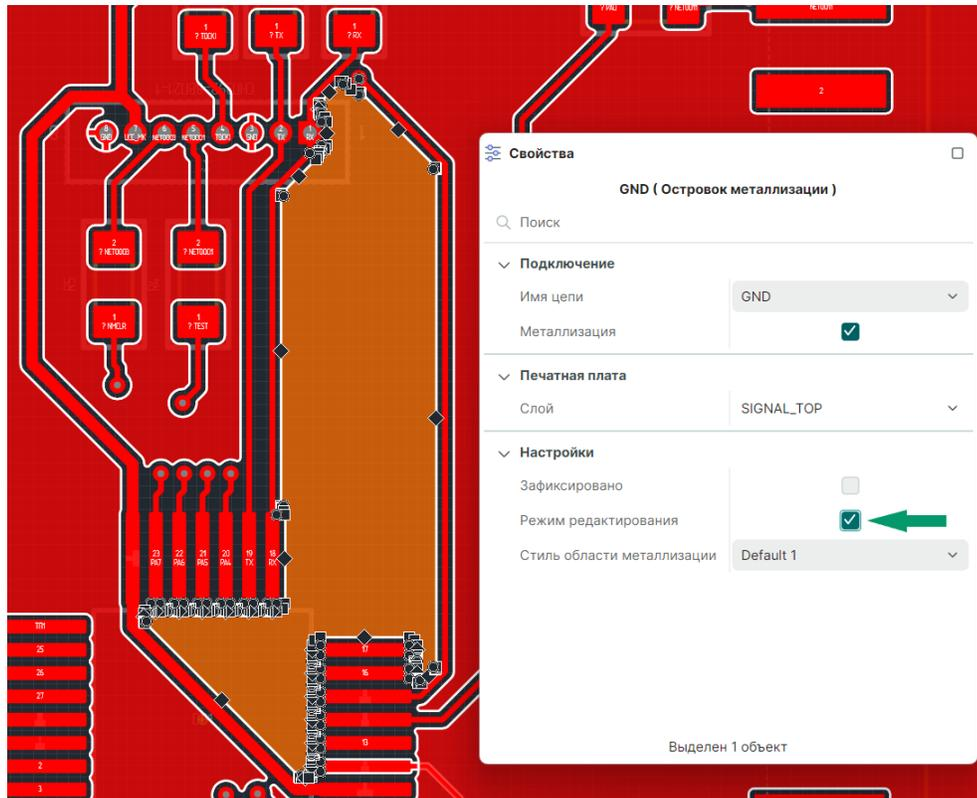

Рис. 461 Разрешение редактирования островка металлизации
2. Отметьте флагом чек-бокс «Свойства» → «Настройки» → «Режим редактирования», см. Рис. 461.